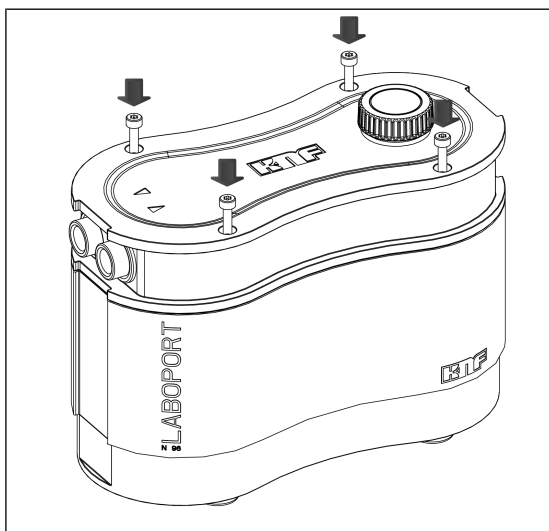

Fig.14: Avvitare le viti della carcassa
3. Serrare le quattro viti della carcassa (1) in sequenza incrociata (coppia di serraggio: 190 – 200 Ncm) (vedere Fig. 14).